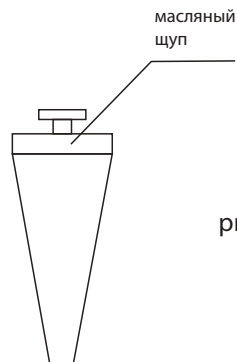

рис.6
**7.11.** Откройте кожух и достаньте масляный щуп (рис.6). Залейте масло. Рекомендуется масло 10W-30 и 5W-30.